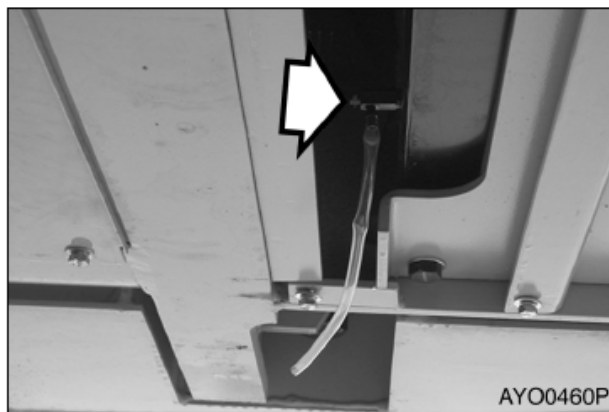

Рис. 70
2. Поставить под радиатор емкость и открыть сливной кран (рис. 70).